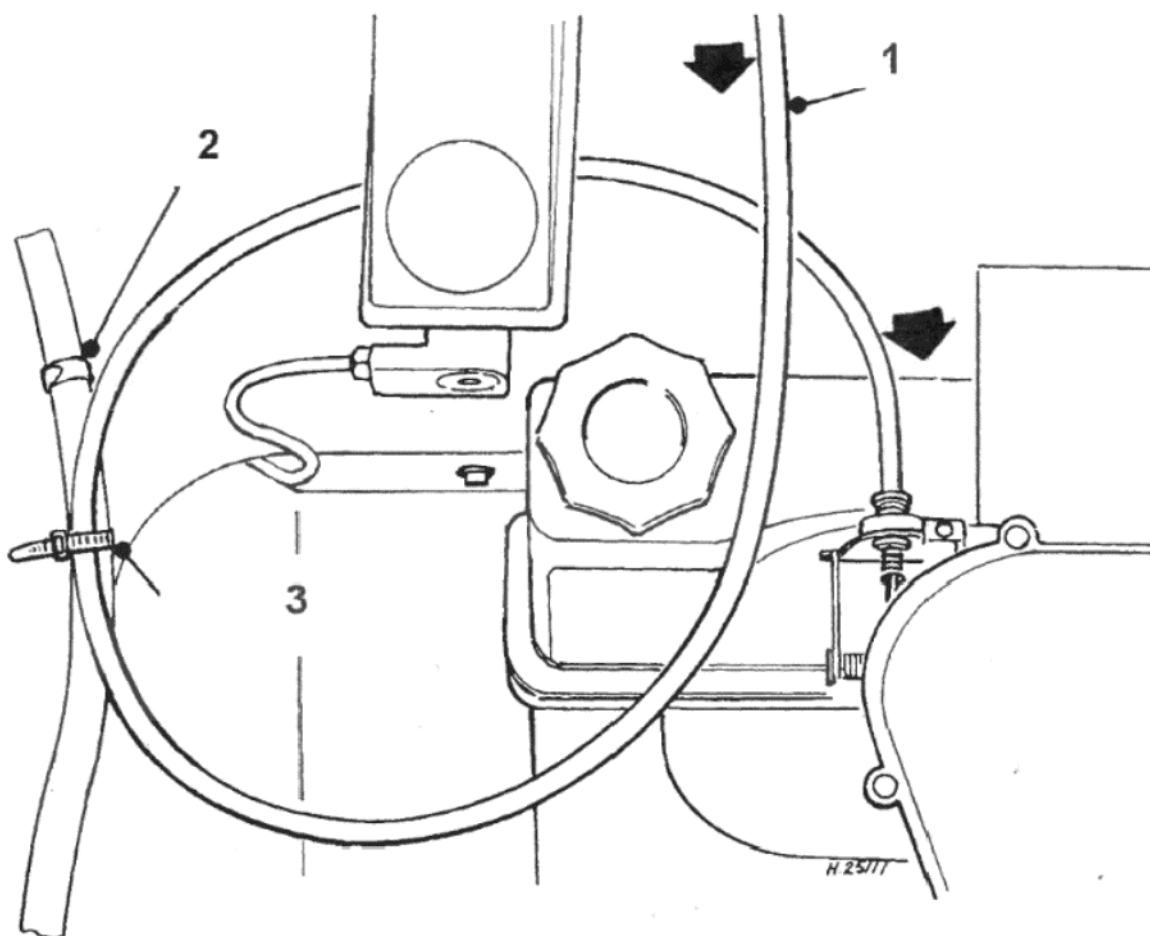

Рисунок 13.7. Правильно установленный трос акселератора – модели 1985/1986 года (Раздел 6)
24. При установке троса акселератора на модели 1985 года и далее, важно провести его под главным тормозным цилиндром (см. Рисунок 13.7).